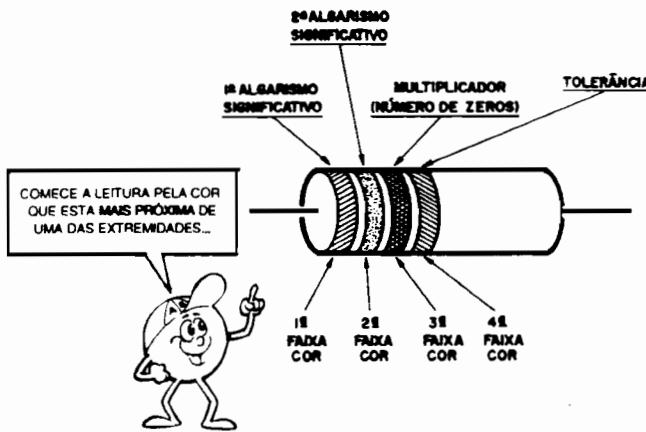

Fig.2
- FIG. 2 - Nos resistores pequenos, o valor e a tolerância são indicados pelas faixas coloridas (ver a interpretação do código...).
A fig. 2 mostra (bem "ampliadão", para facilitar as coisas...) o corpo de um resistor, com o seu código (pena que ABC não seja a cores...) gravado em faixas ou anéis, que devem ser lidos ou interpretados **sempre** a partir da cor **mais próxima** a uma das extremidades do componente. A "leitura" deve ser feita da seguinte maneira: